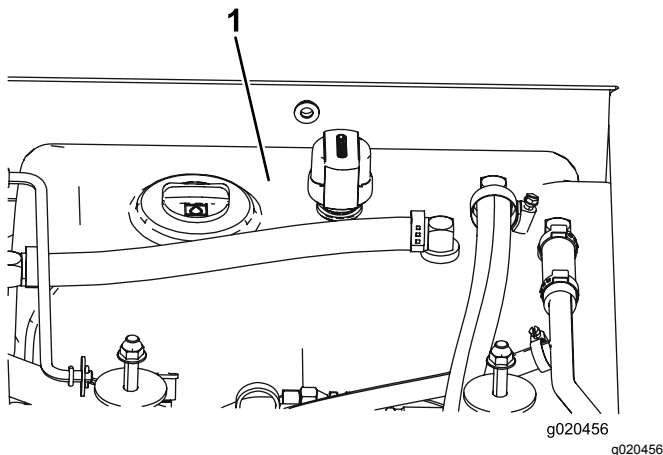

Bild 105
- Füllen Sie den Hydraulikbehälter (Bild 105) mit Hydrauliköl, siehe Prüfen des Hydrauliköls (Seite 75).